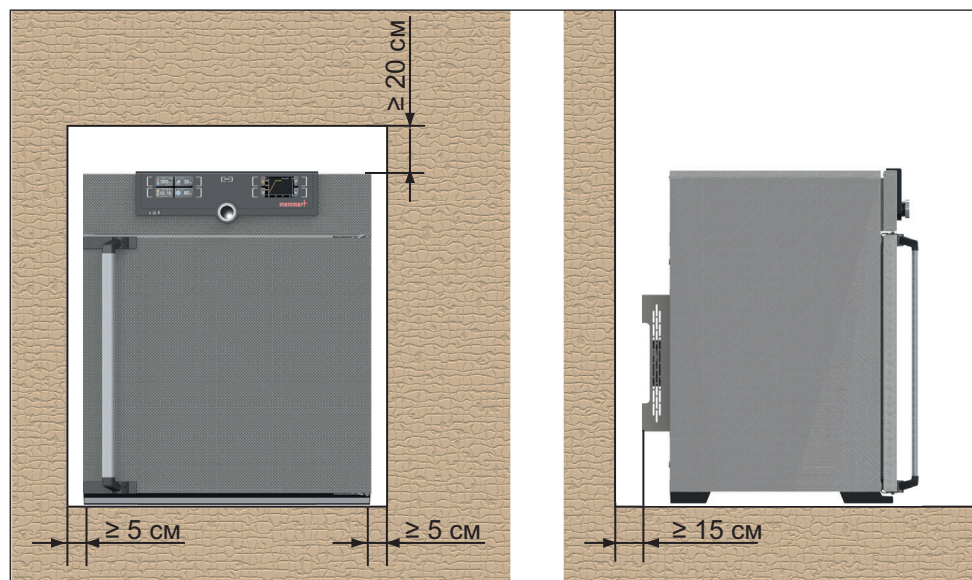

Рис. 9 Минимальные расстояния до стен и потолка
Расстояние от устройства до потолка должно быть не менее 20 см, а от боковой стороны устройства до стены - не менее 5 см (Рис. 9). Постоянно должна быть обеспечена достаточная циркуляция воздуха вокруг устройства.
2. Отведите механизм защиты от опрокидывания вверх под углом  $90^\circ$  на необходимом расстоянии от стены (с учетом минимально допустимого расстояния, см. Рис. 9).